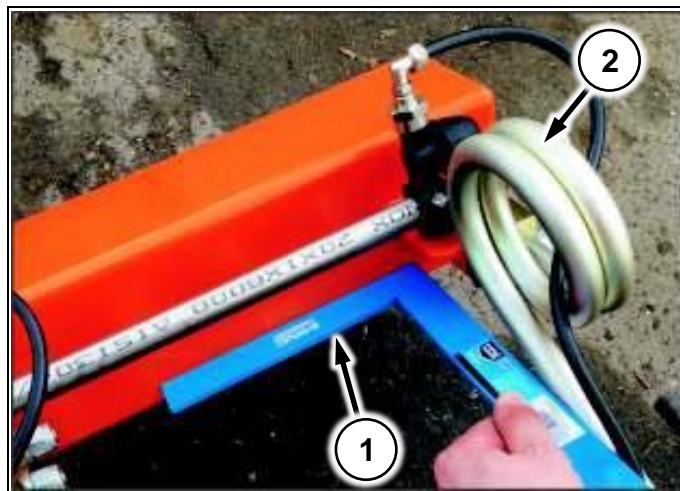

Рис. 221
2. Поднесите угольник (Рис. 221/1) к плоскости консоли
3. Поверните пружину в замке (Рис. 221/2) так, чтобы она стала параллельна угольнику.